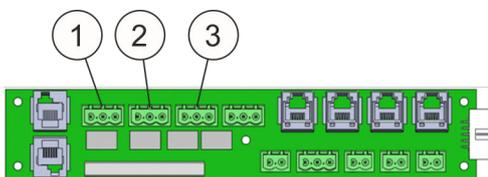

Abb. 70: Anschlussklemmen
- Anschlussklemme für Relaisausgang „Voralarm“ (Abb. 70/1)
- Anschlussklemme für Relaisausgang „Feueralarm“ (Abb. 70/2)
- Anschlussklemme für Relaisausgang „Löschen“ (Abb. 70/3)